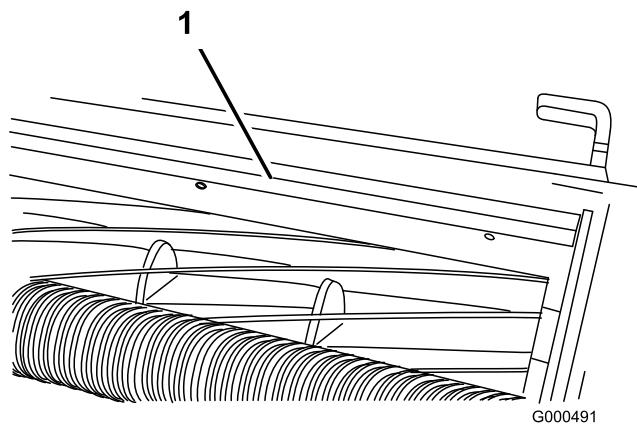

Figura 60
1. Allentate le viti che fissano la barra superiore (Figura 60) all'apparato di taglio.